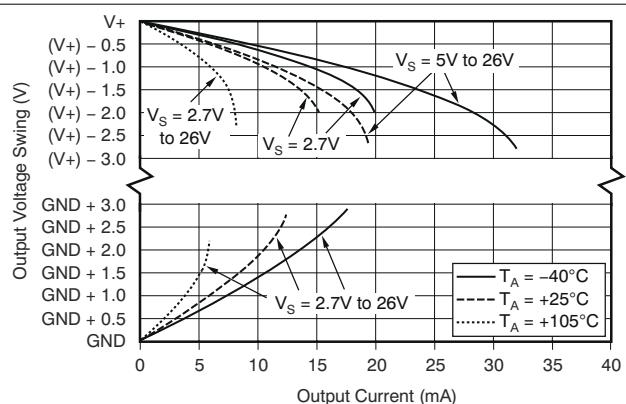

図 6-6. 出力電圧スイングと出力電流との関係
- (1)  $RTI = \text{入力換算}$ 。
(2) 「代表的特性」の「出力電圧スイングと出力電流との関係」の曲線を参照してください (図 6-6)。